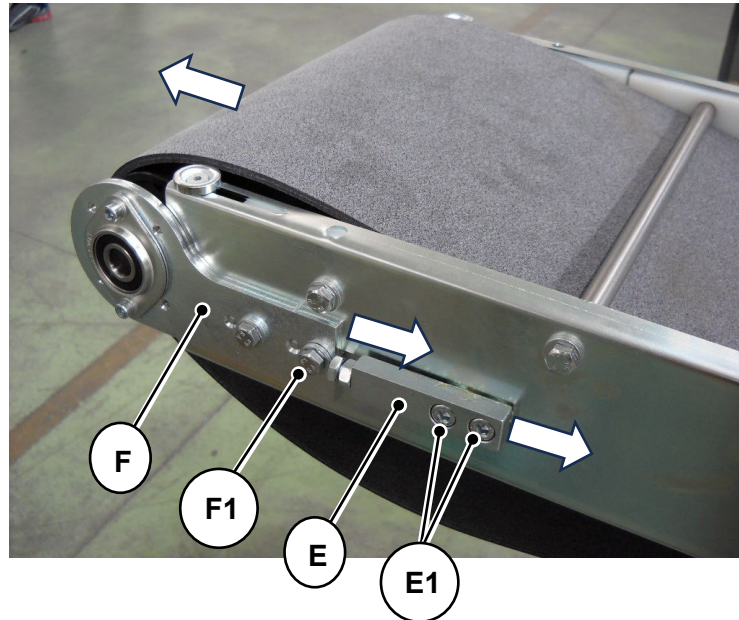

Fig. 09-23
- Trazer os 4 registros 'E' (2 para cada extremidade da correia) até o batente (para dentro), afrouxando os 2 parafusos 'E1' de fixação, então trazer para dentro as 4 respectivas placas 'F' de suporte da correia, afrouxando o parafuso 'F1' de fixação (**Fig. 09-23**).